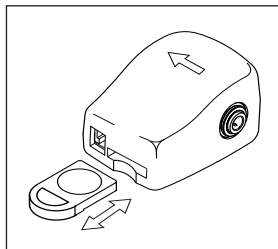

Figura 4
- Saque el soporte de batería deslizándolo hacia fuera como se muestra en la Figura 4.